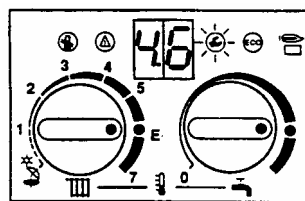

Рис. 48
- После отпускания сервисной кнопки высвечивается на дисплее в течении 5 сек., например "4.6", после чего "00.", или "01." и горит кнопка, рис. 48.